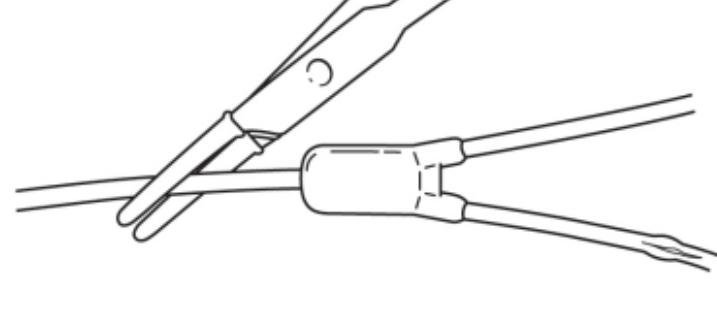

Fig. 10
1. Preparar el área. Pinzar firmemente el catéter distalmente a la conexión en Y empleando unas pinzas con goma de protección (**Fig. 10**).